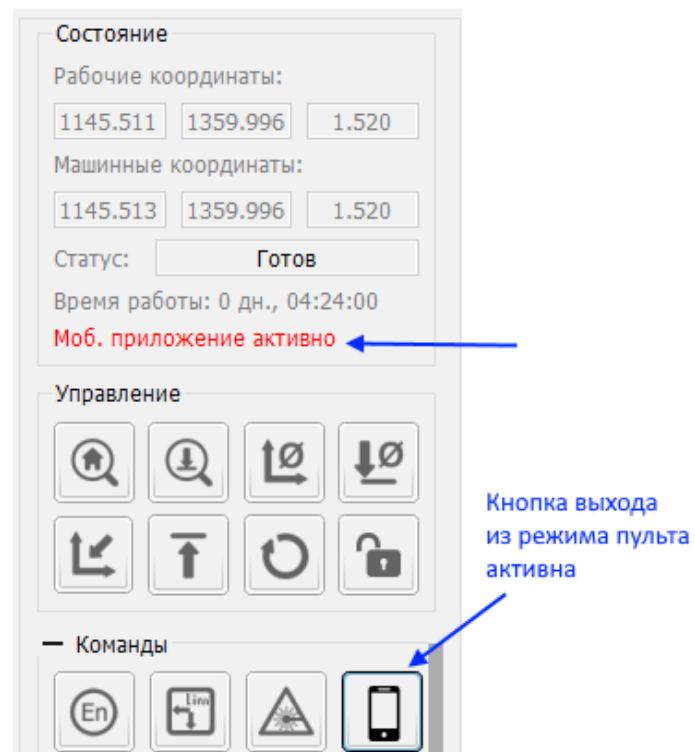

Рисунок 11: Индикация режима пульта в Inetra GRBL Visualizer
- На рис. 11 показана индикация в программе *Inectra GRBL Visualizer* при включенном и выключенном режиме пульта.